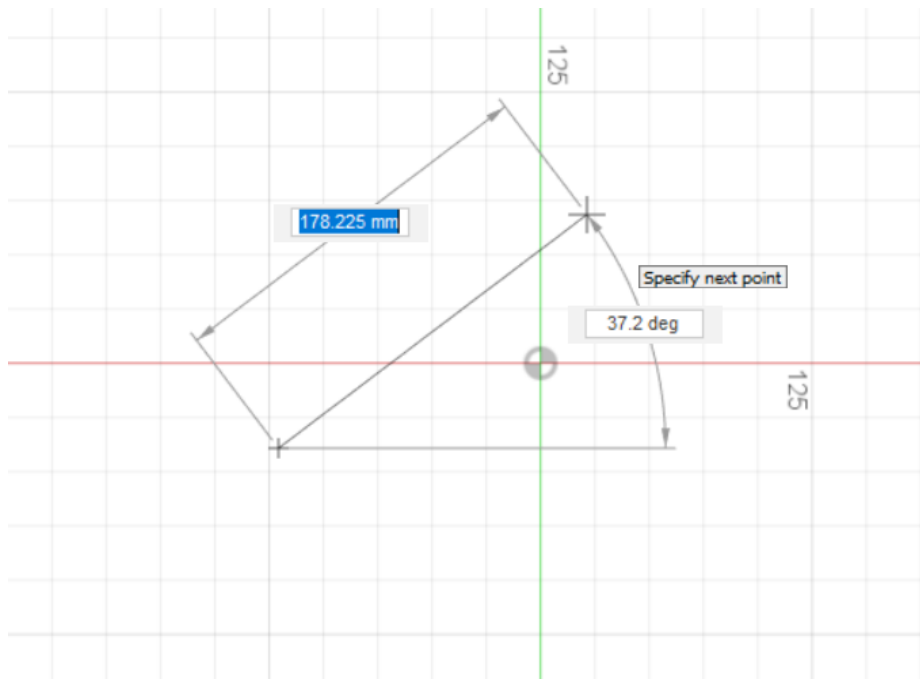

Рисунок 4.4
**Переключение между углом/размером, или размером/размером – клавиша *TAB*** (см. рис. 4.4).